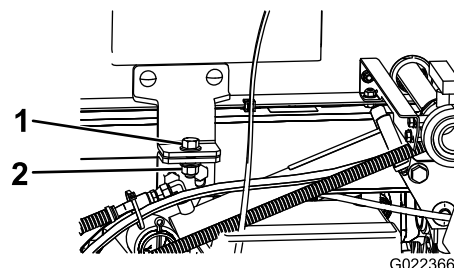

Figura 82
6. Retire os parafusos de segurança da parte frontal do patim (Figura 82).